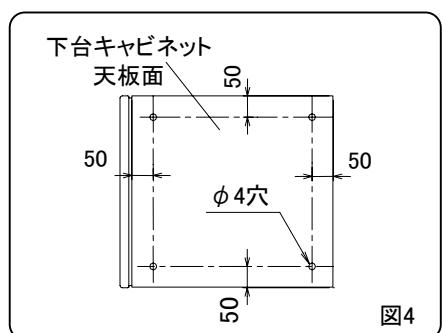

図4
- ①下台キャビネットの天板の所定位置に上台キャビネット連絡用の下穴(Φ4穴)を加工してください。(図4)